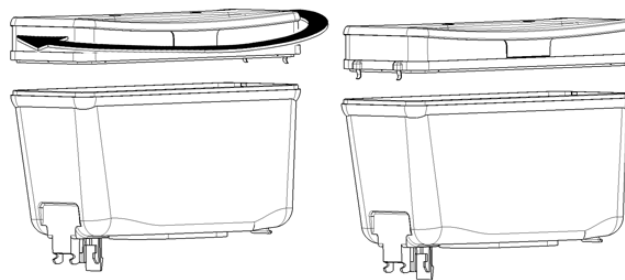

Bild 2
- 1 Drehen Sie den Behälterdeckel um 180°, um das Licht auszuschalten.(Bild 2)